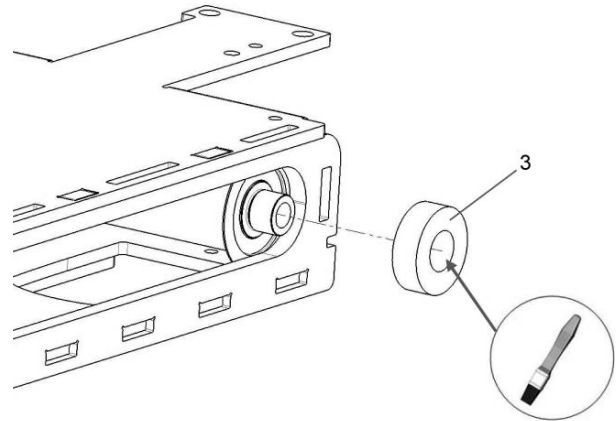

Bild 18. Montering av kullager.
6. Smörj kullagrets (3) hål med smörjfett innan montering. Se bild 18.